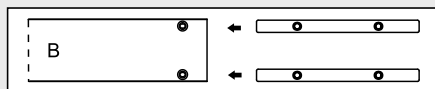

Fig. 22
- Insérez deux barres d'assemblage dans les cavités correspondantes à l'extrémité droite de la section « B » du rail de guidage. Fixez à l'aide de deux vis (Fig. 22).